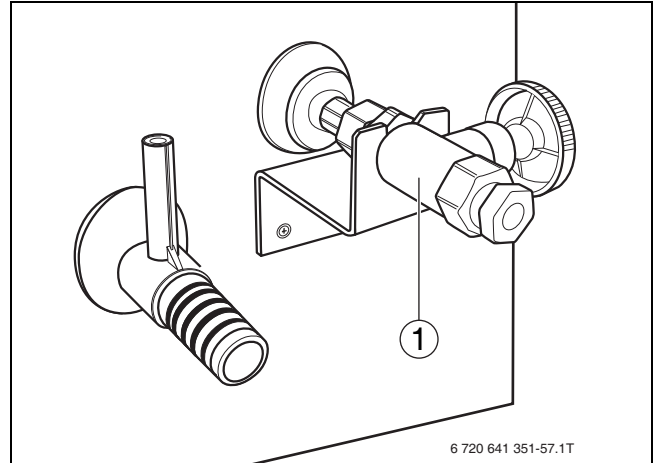

Bild 32 Öl-Absperrventil
- ▶ Ölschlauch mit der Dichtung am Öl-Absperrventil (→ Bild 32, [1]) montieren.